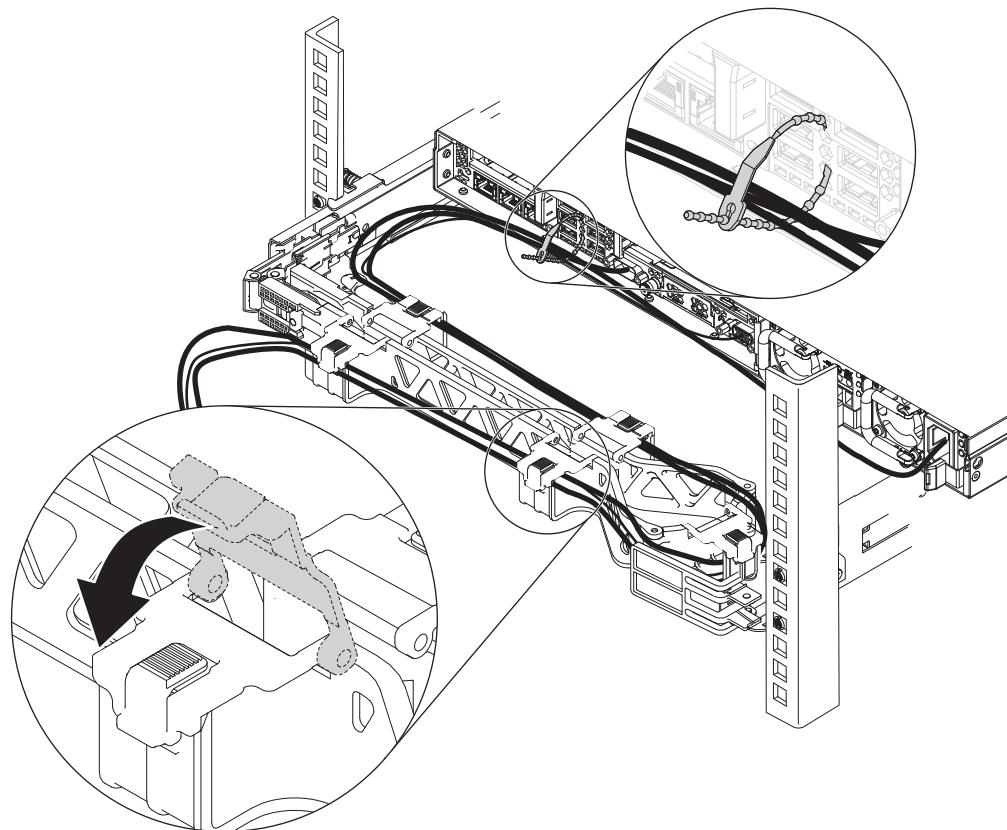

図 38. ケーブルの接続と配線
8. 53 ページの図 38 に示すように、ケーブルを接続し、配線します。